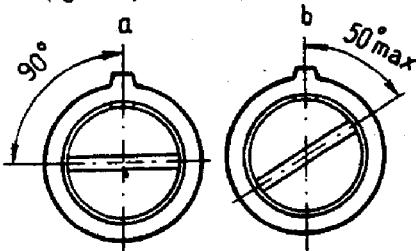

Fig. 2-85. Instalação dos casquilhos limitadores: a - parafuso da quantidade de mistura; b - parafuso da proporção da mistura.
4. Embutir os casquilhos limitadores de plástico em ambos os parafusos de ajuste, observando o correto alinhamento de suas estriadas com as saliências posicionadoras, no corpo do carburador (fig. 2-85).